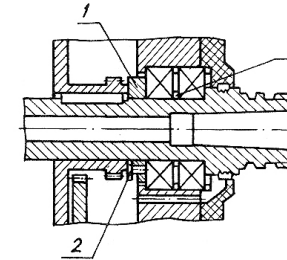

Рис. 13. Передняя опора шпинделя
1. Устранение осевого зазора в подшипниках передней опоры шпинделя осуществляется гайкой 1, которая от самоотвинчивания стопорится винтом 2 (рис. 13).